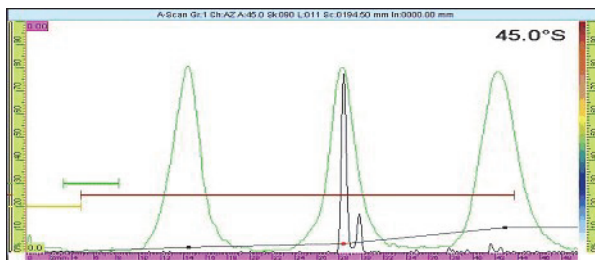

Рис. 6-9 Огибающая с максимумами сигнала на уровне 80 %
3. Поместите ПЭП над откалиброванным отражателем и убедитесь, что все максимумы сигнала находятся на уровне 80 % (см. Рис. 6-9 на стр. 188).